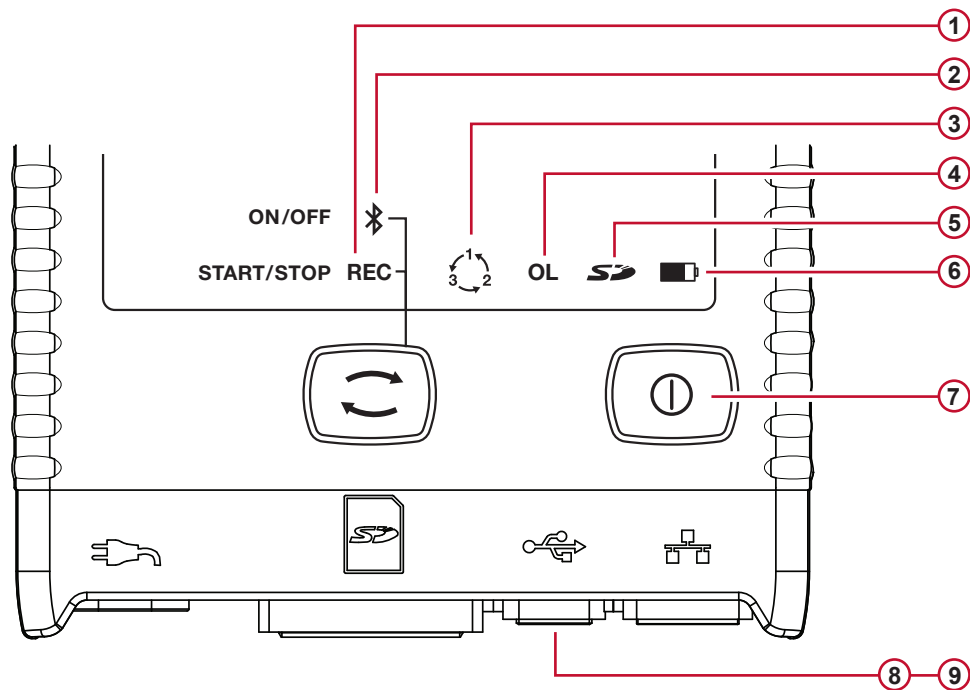

Figure 10
- Le voyant REC vert (n° 1 sur la Figure 10) s'allume 3 s et Bluetooth bleu (n° 2 sur la Figure 10) s'allument successivement pendant 3 secondes chacun. Pendant que chacun de ces boutons est allumé, vous pouvez définir leur fonction de la manière indiquée ci-dessous.